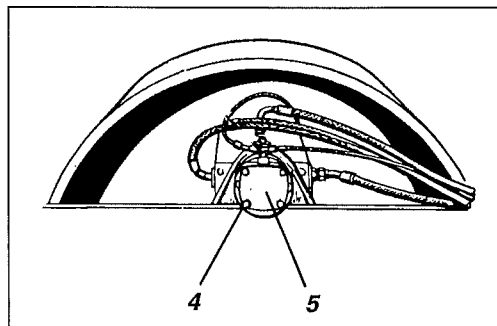

Fig. 28 Valsbroms
1. Lossa låsmuttern (2) och skruva in justerskruvarna (3) ca 30 mm. Dessa är placerade på bakaxeln, en skruv på varje sida om differentialhuset.
2. Torka rent kring valsbromsen (5), fig.28 samt skruva bort fästskevarna (4) 4 st. Dessa är placerade på yttersidan av valsväxeln.